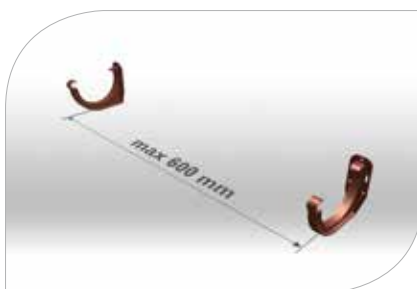

рис. 2
- 1.4 Рекомендованное расстояние между кронштейнами 60 см (**рис. 2**)